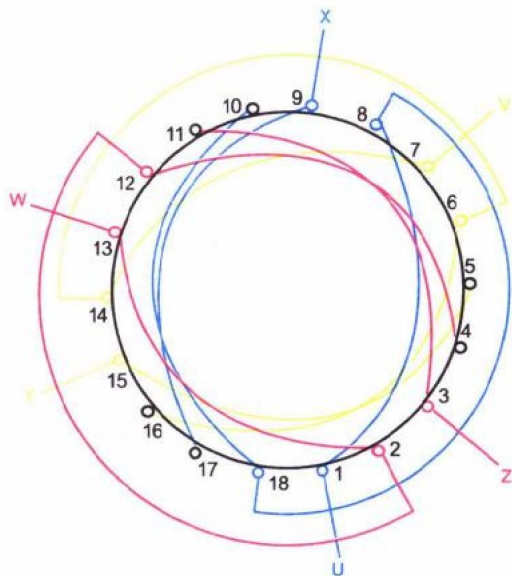

图 1-9 18 槽 2 极交叉嵌不等节距绕组布线
(1) 不等节距：节距分别为 7 (1~8)、8 (1~9)，绕组布线见图 1-9。